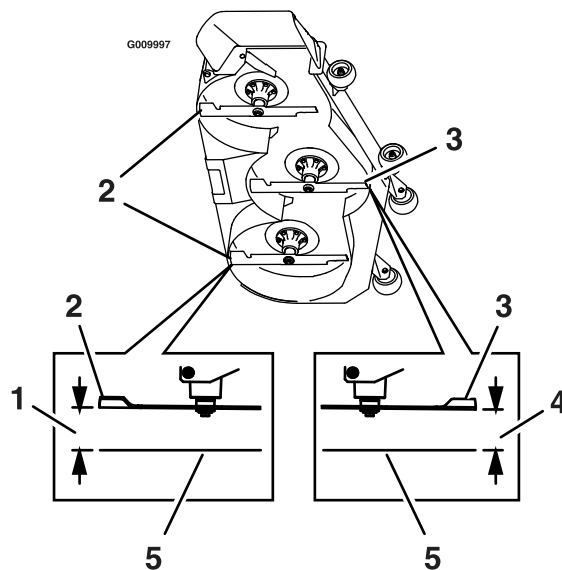

Bild 83
- Messen Sie den Abstand zwischen dem Boden (ebene Fläche) bis zur vorderen Spitze des mittleren Messers (Bild 83).